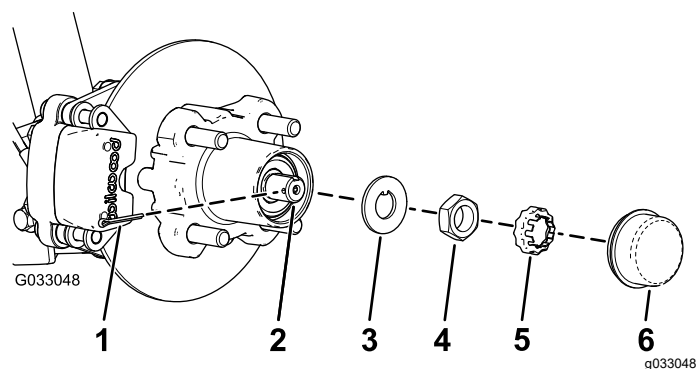
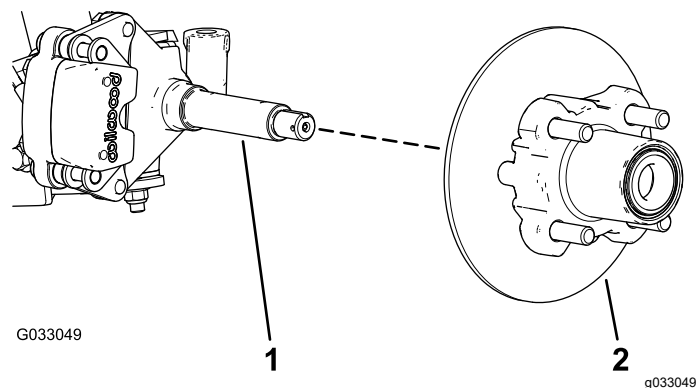

Figura 27
Figura 28
4. Rimuovete il coperchietto antipolvere dal mozzo (Figura 27).
5. Rimuovete la coppiglia e il fermadado dal mandrino e dal relativo dado (Figura 27).
6. Rimuovete il dado del mandrino dal mandrino e separate il gruppo mozzo e rotore dal mandrino (Figura 27 e Figura 28).